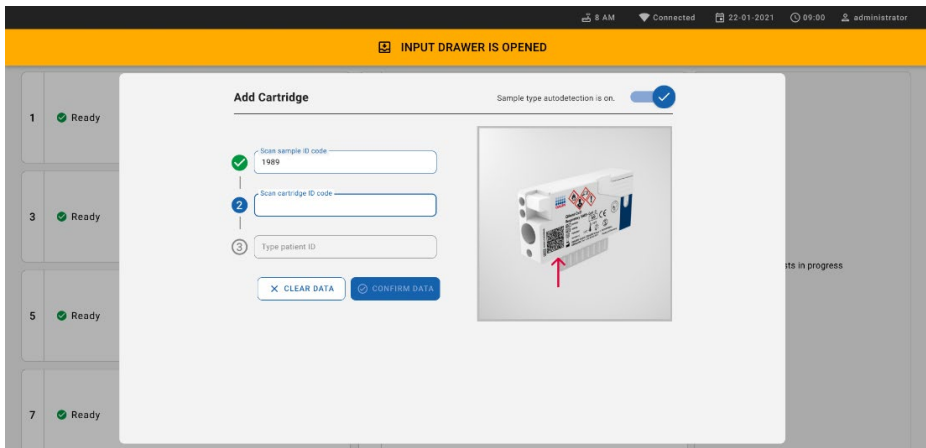

Figure 57. Écran de lecture de l'ID de la cartouche.
8. Après avoir saisi l'ID du code-barres de l'échantillon, scannez le code-barres de la QIAstat-Dx Respiratory SARS-CoV-2 Panel Cartridge à utiliser (position indiquée par la flèche). Le QIAstat-Dx Rise reconnaît automatiquement le dosage à effectuer, en fonction du code-barres de la QIAstat-Dx Respiratory SARS-CoV-2 Panel Cartridge (Figure 57).